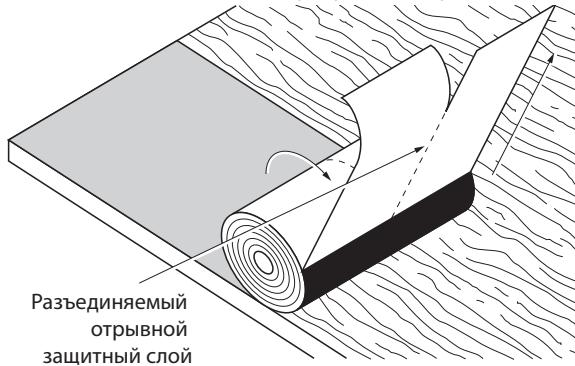

Рис. 5-5. Укладка методом раскатывания.
7. Взяввшись за уже отодранную разделятельную плёнку, продолжите отдирать обе её половины от рулона, стягивая её параллельно карнизам (Рис. 5-5). Убедитесь, что гидроизоляция WinterGuard лежит ровно и надёжно прилипла.